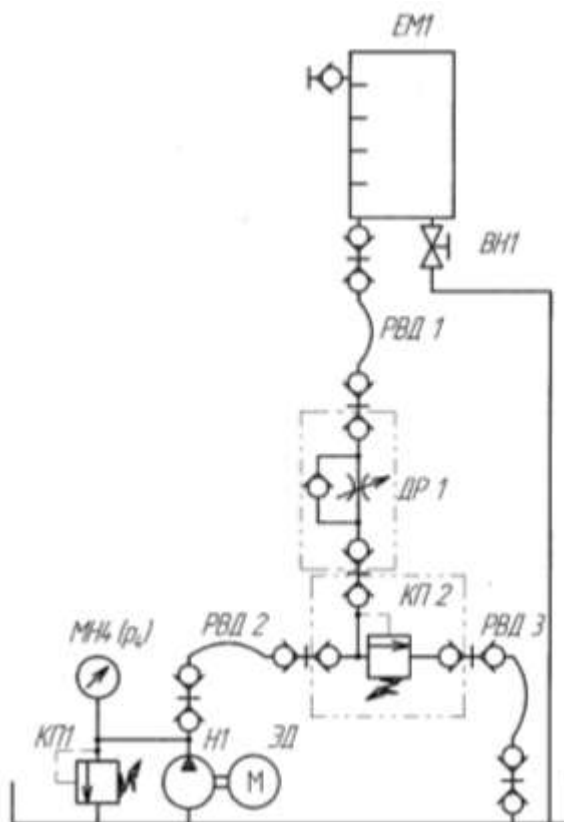

Рисунок 21 – схема гидравлическая
Собрать схему рис.21.
1. Выполнить чертеж схемы рис.21 и проставить буквенно-цифровое обозначение.
2. Составить схему потоков для рис. 21.
3. Составить циклограммы для рис.21.